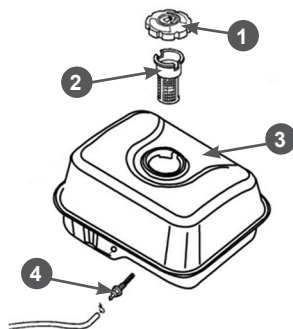
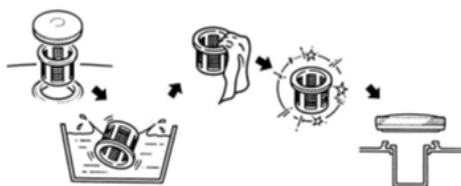
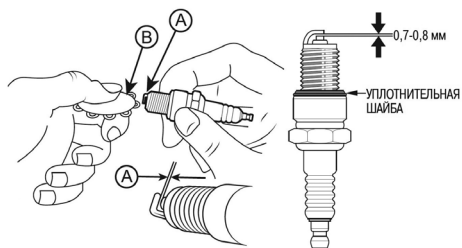

Рис. 22 Обслуживание топливных фильтров
Рис. 23 Обслуживание фильтра топливного бака
Рис. 26 Зазор между электродами свечи зажигания
В топливном баке установлены два сетчатых топливных фильтра. Один фильтр устанавливается в заливной горловине топливного бака. Второй фильтр конструктивно объединен со штуцером топливного бака и установлен внутри бака (Рис. 22).
Топливный фильтр 2 (Рис. 22), установленный в горловине бака, проверяйте при каждой заправке бака топливом. При необходимости вынимайте сетчатый фильтр из бака и производите его очистку (Рис. 23). Регулярно проверяйте целостность сетчатого фильтра, при обнаружении механических повреждений замените сетчатый фильтр.
Одновременно с очисткой топливного бака необходимо проверять и очищать фильтр 4, установленный внутри бака (Рис. 22). Поврежденный или сильно загрязненный фильтр необходимо заменить.
- Выкрутите из топливного бака выходной штуцер 4 и произведите его очистку (Рис. 22). Внимательно осмотрите сетчатый фильтр. При обнаружении механических повреждений замените штуцер топливного бака.
3. Измерьте зазор А между электродами свечи зажигания специальным щупом В (Рис. 26). Зазор должен быть 0,7-0,8 мм (Рис. 22). При увеличении или уменьшении требуемого зазора, рекомендуется заменить свечу, так как регулировка зазора может привести к изменению качества искрообразования.